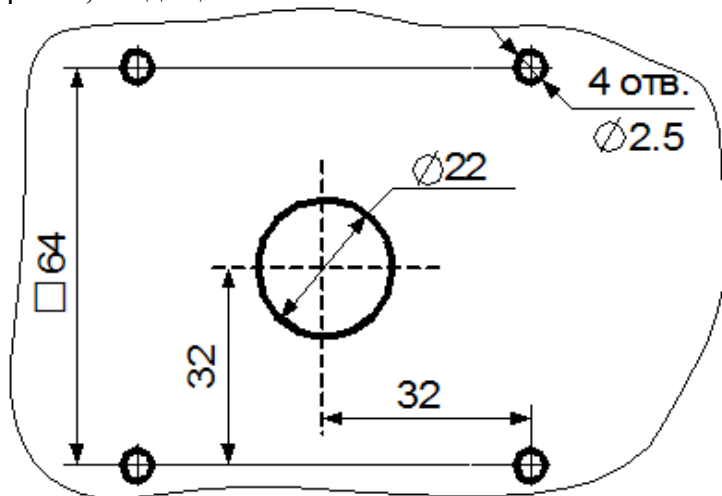

Рис. 3. Чертеж разметки на баке для сверления отверстий для установки датчика.
6.3.1 Датчик монтируется на баке, в котором предварительно сверлят 5 отверстий: одно отверстие  $\text{Ø} 22$  мм для прохода чувствительного элемента датчика (рабочей части датчика) в бак и 4 отверстия  $\text{Ø} 2.5$  мм для крепления датчика на баке. Чертеж разметки на баке для сверления отверстий приведен на рис. 3. Для разметки рекомендуется использовать шаблон для сверления отверстий, входящий в комплект монтажных частей.